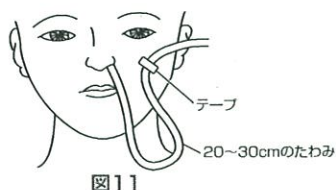

図11
18. 腸管内に留置されたバルーンが腸の蠕動運動により肛門側へと進み、イレウス(閉塞)部位まで本品の先端部が誘導される。なおチューブは蠕動運動により進むため、チューブは顔面に固定しないこと。もし固定が必要な場合は鼻腔から20~30cm程度のたわみを持たせて固定する (図11)。